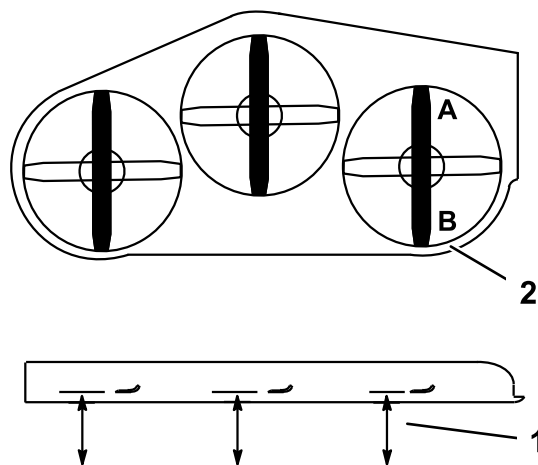

Figura 77
1. Coloque la cuchilla **derecha** en posición longitudinal (Figura 77).
2. Mida la cuchilla derecha en la posición **A** desde una superficie nivelada hasta el filo de corte del extremo de la cuchilla (Figura 77).
4. Mida la cuchilla derecha en la posición **B** desde una superficie nivelada hasta el filo de corte del extremo de la cuchilla (Figura 77).
6. La cuchilla del cortacésped debe estar entre 6 y 10 mm (1/4–3/8 pulg.) más baja en la posición **A** que en la posición **B** (Figura 77). Si no es correcta la distancia, continúe con los pasos siguientes.